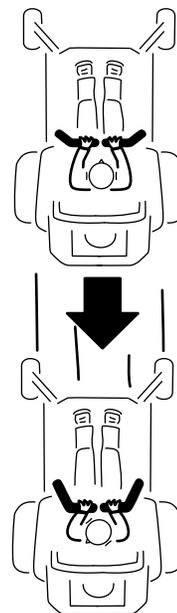

Bild 34
2. Ziehen Sie zum Rückwärtsfahren die Fahrtriebshebel langsam nach hinten (Bild 34).